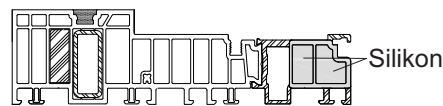
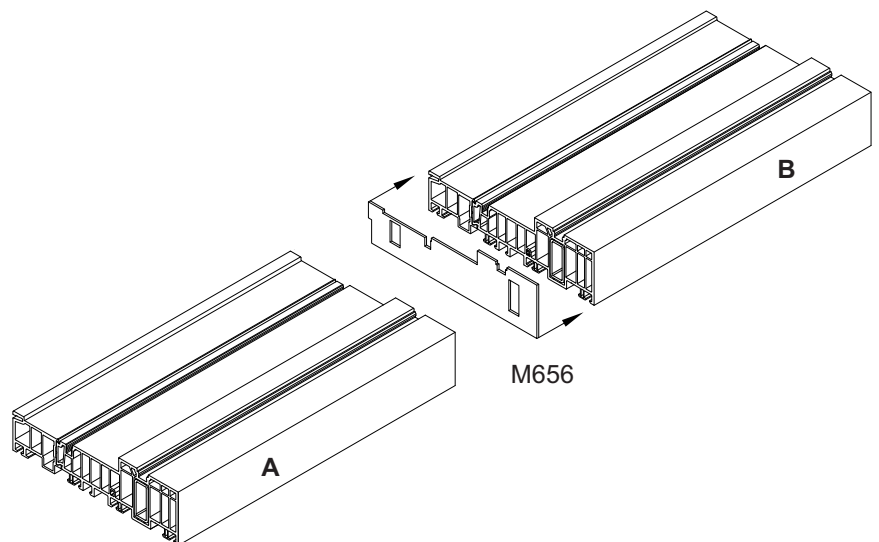

Abb. 3
Abb. 4
1.2. Die ersten beiden Kammern der Schwelle "A" (Abb. 3) werden komplett mit Silikon abgedichtet. Das Dichtpad **M656** wird stirnseitig auf die Schwelle "Teil B" aufgeklebt (Abb. 4).